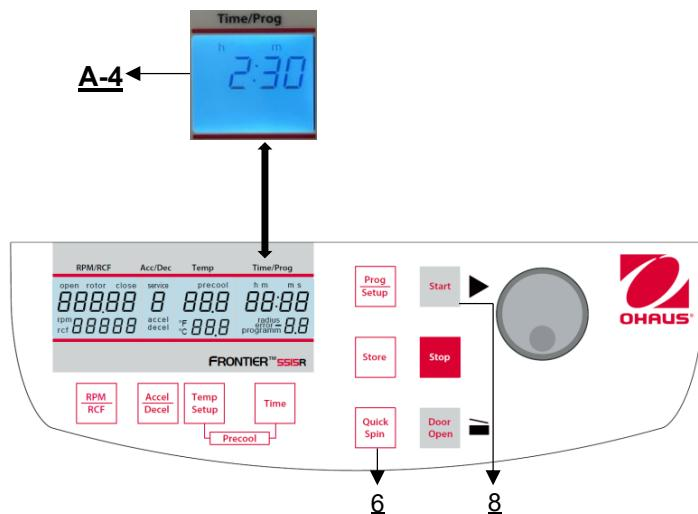

Figure 26
Vous pouvez démarrer la centrifugeuse soit avec la touche "Start" (8), soit avec la touche "Quick Spin" (6) (voir figure 26). La touche "Start" (8) permet de démarrer des cycles mémorisés ou des cycles dont les paramètres sont présélectionnés manuellement. La centrifugeuse s'arrête automatiquement à la fin de la durée de fonctionnement présélectionnée. La touche "Quick Spin" (6) permet de lancer des cycles qui ne durent que quelques secondes.